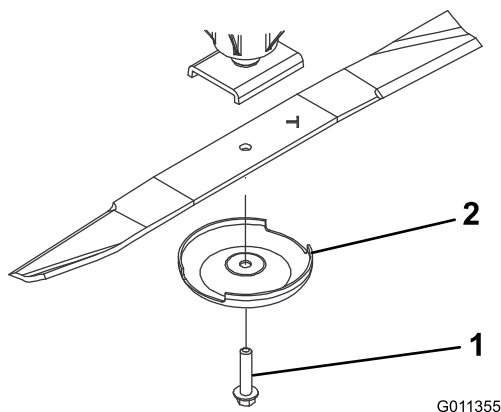

Figura 62
2. Sujete el extremo de la cuchilla usando un paño o un guante grueso. Retire del eje de la cuchilla el perno de la cuchilla, el protector de césped y la cuchilla (Figura 62).
3. Instale la cuchilla, con la vela hacia la carcasa de corte, con el protector de césped y el perno de la cuchilla (Figura 62). Apriete el perno de la cuchilla a 115-149 N-m (85-110 pies-libra).